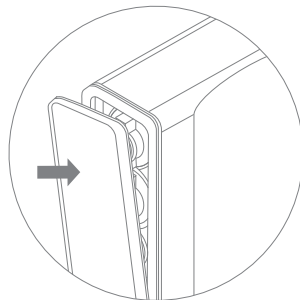

Рис. 14
7. Установите лицевую панель на фильтр (рис. 14).